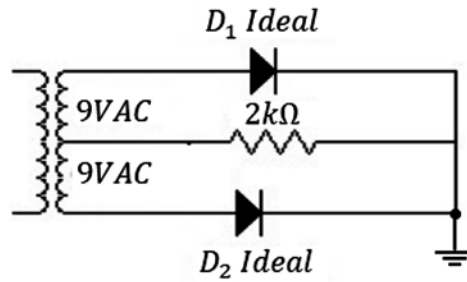

Figura 3.56 Ejercicio de aplicación. Fuente: Elaboración propia
e) Hallar la corriente sobre la carga en la figura 3.56.